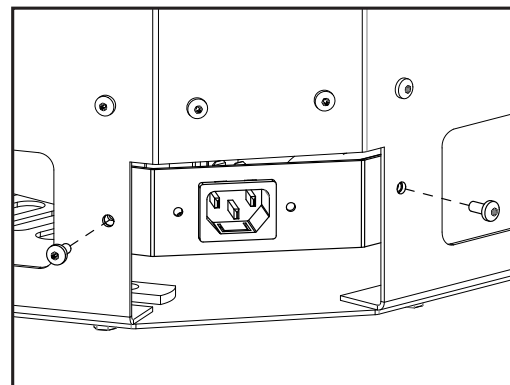

Figure 82: Déconnexion de la prise électrique
1. Déconnecter la plaque de sortie IEC (voir la Figure 82).